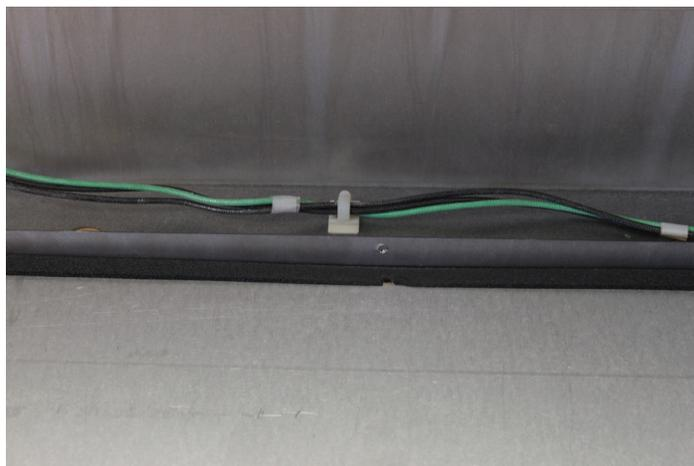

Figure 7
- Agrafer le faisceau de câblage dans la pince de retenue en plastique blanc situé au centre du fond du foyer. **Voir Figure 7.**